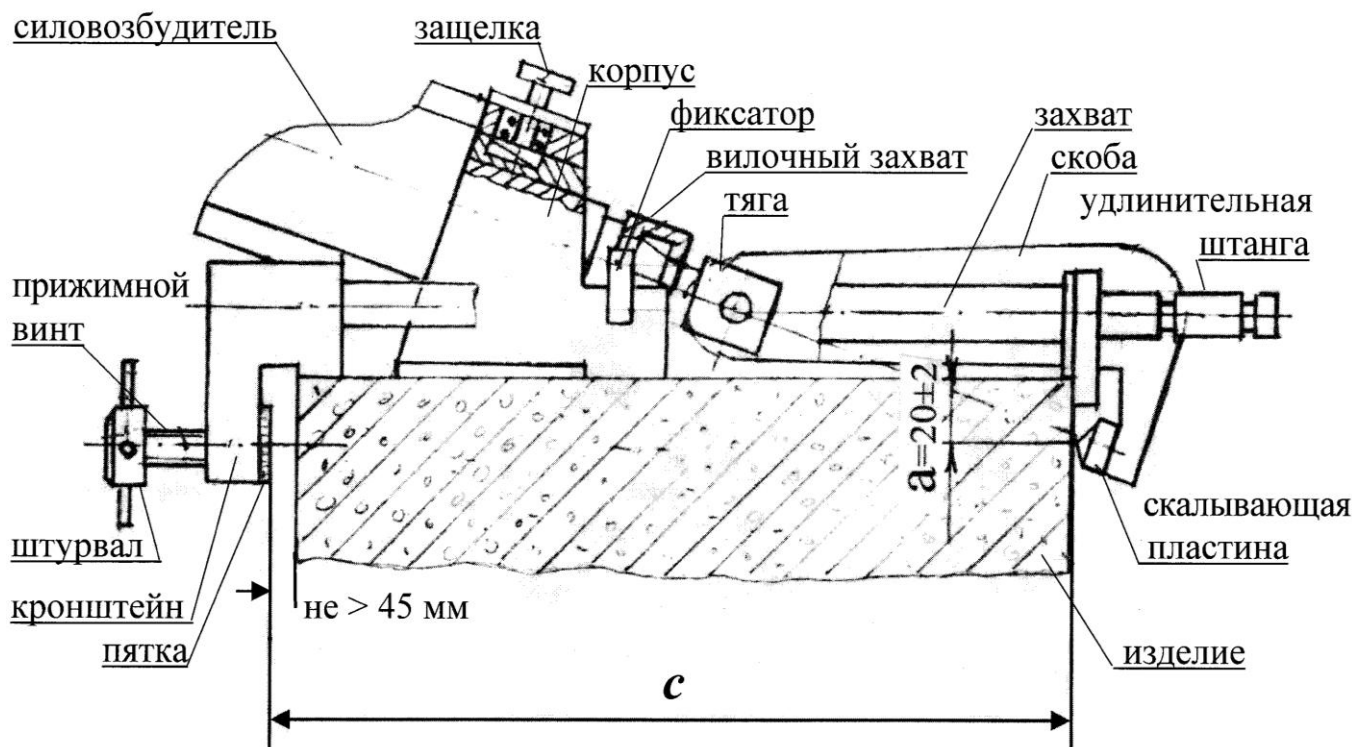

Рисунок 2.2 – Схема испытаний методом скалывания ребра
2.5.2.4 Установить силовую раму с силовозбудителем на контролируемое изделие (рис.2.2) и, вращая штурвал по часовой стрелке до упора пятки в изделие, закрепить его на изделии.